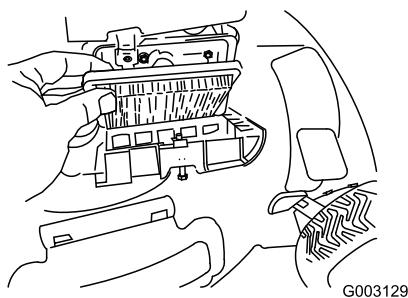

Figure 40
- Remettez le couvercle en place (Figure 40).